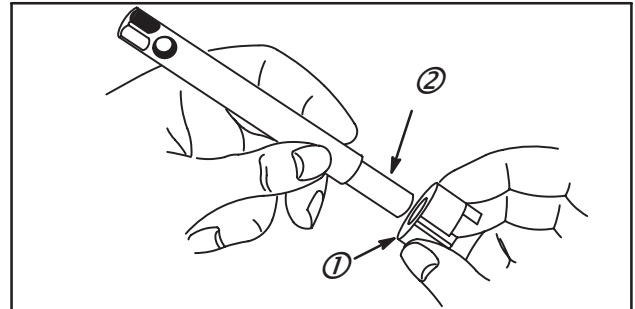

Fig. 18
3. Assembler la fraise à lamer adéquate (1) sur le porte-outil (2) comme indiqué en Fig. 18 et 19.